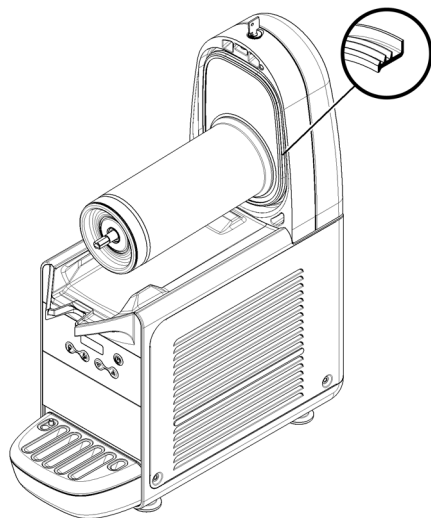

**Bild 9**
- 2 Den Kolben des Zapfhahns, den Sechskantanschluss und den Rührarm an den in (Bild 9) gezeigten Punkten schmieren, dabei ausschließlich das dem Gerät mitgelieferte Schmierfett oder andere Fette verwenden, die den Vorschriften der Nahrungsmittelindustrie entsprechen.